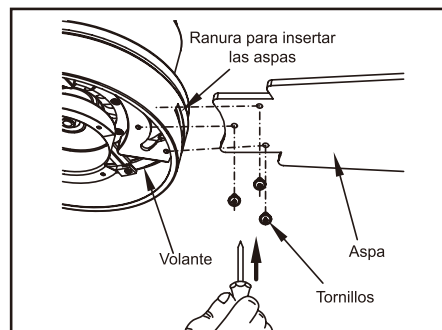

Figura 14
1. Inserta el asa en la abertura del centro del volante, alinea los tres orificios para tornillo en el asa con sus correspondientes en el volante, y asegura con los tornillos incluidos. (Figura 14)